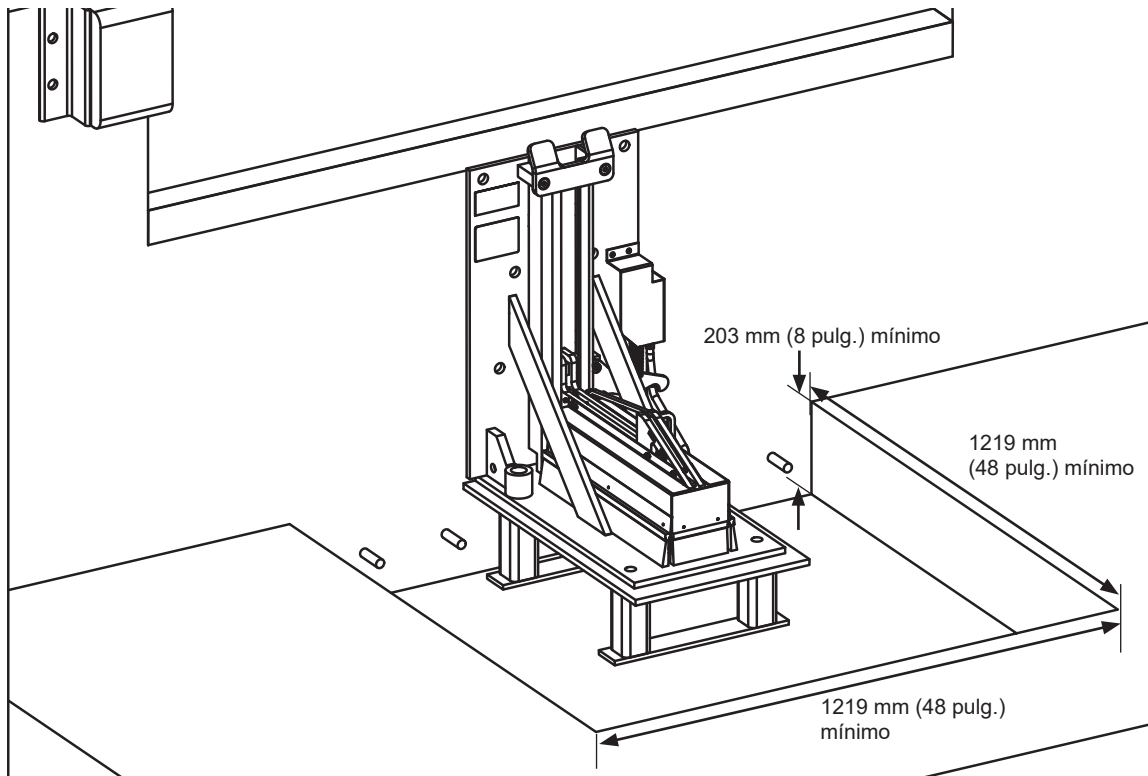

Figura 13
**Nota:** El montaje en entrada requiere la conexión a una entrada de hormigón de un grosor mayor que 203 mm (8 pulg.). Para entradas de asfalto, vierta una losa de hormigón de mínimo 1219 mm x 1219 mm x 203 mm (48 x 48 x 8 pulg.) e incluya seis (6) espigas de 19 mm (3/4 pulg.) en el muro de cimentación, como se muestra en la Figura 13. Luego, continúe con los anclajes adhesivos o el empotramiento de la placa de soldadura.